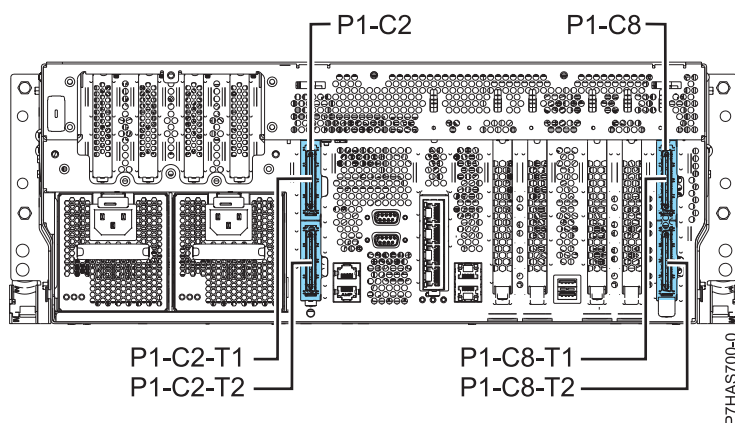

Figure 1. Vue arrière du système 8202-E4B ou 8205-E6B avec illustration des emplacements d'adaptateur GX++ P1-C2 et P1-C8
- Si le système possède un module de puce processeur, il ne peut prendre en charge qu'un seul adaptateur GX, qui ne peut être installé que dans l'emplacement 1 pour adaptateur GX++ (P1-C2). Si l'unité d'extension PCI en option est installée dans l'emplacement P1-C2, l'emplacement P1-C2 est indisponible pour l'adaptateur GX. Pour connaître les emplacements pour adaptateur GX et les codes d'emplacement correspondants, voir figure 1.